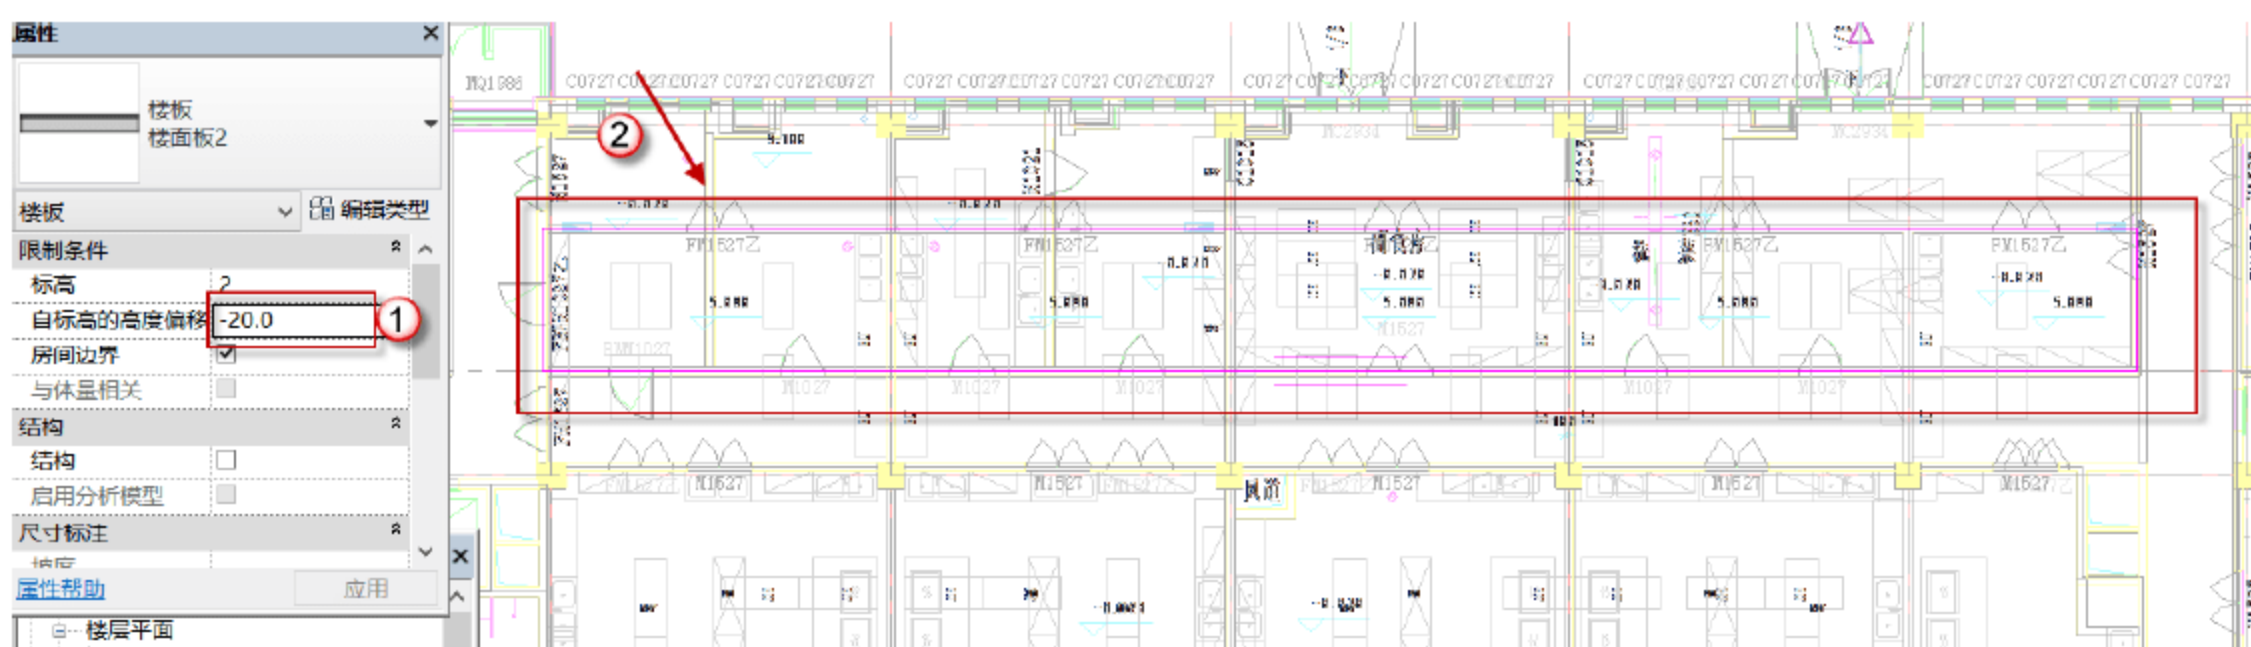

图 11.1.40 绘制部分标高偏移为“-20”的二层“楼面板 2”
- (6) 5 轴到 9 轴之间与 G 轴到 F 轴之间标高为“-20”的“楼面板 2”的绘制。“建筑”→“楼板”→“建筑楼板”→“楼面板 2”命令，标高为“2”层，将标高改为“-20”，选用“直线”工具绘制，绘制路径如图 11.1.40 所示，绘制完成后，单击模式选项面板的√按钮，完成楼面板 2 的部分绘制。